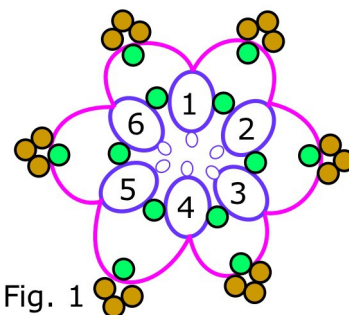

Fig. 1
*Ch: 2 MB 2 BBB MB 2 MB 2 T & C* See fig. 1